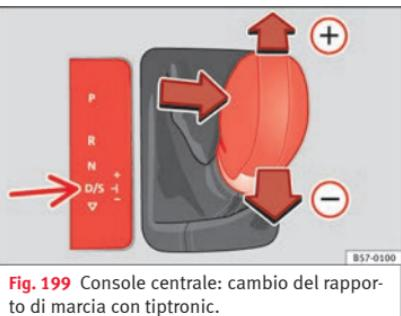

Fig. 199 Console centrale: cambio del rapporto di marcia con tiptronic.
- Tirare la leva selettrice in avanti **(+)** per inserire una marcia superiore » fig. 199.